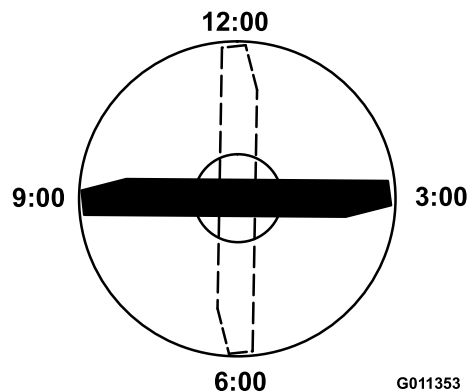

Рисунок 72
4. Установите режущую кромку отмеченного конца ножа в положение 12 часов (строго прямо по направлению скашивания) (Рисунок 72) и измерьте высоту от стола до режущей кромки ножа.
5. Поверните отмеченный конец ножа в положения 3 и 9 часов (Рисунок 72) и измерьте значения высоты.